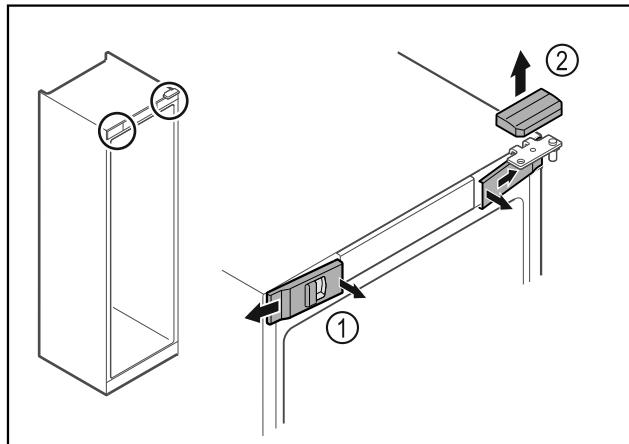

Fig. 14
- Spnite sprednje pokrove Fig. 14 (1) in jih odstranite proti strani.
- Zgornji pokrov Fig. 14 (2) snemite v smeri navzgor.